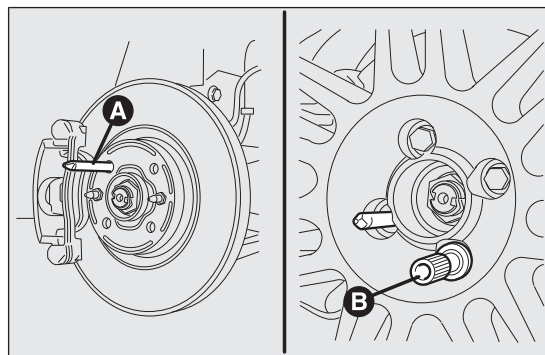

fig. 130
- ☐ apretar el perno de centrado A fig. 130 en uno de los orificios de los pernos de fijación presentes en el cubo de la rueda;